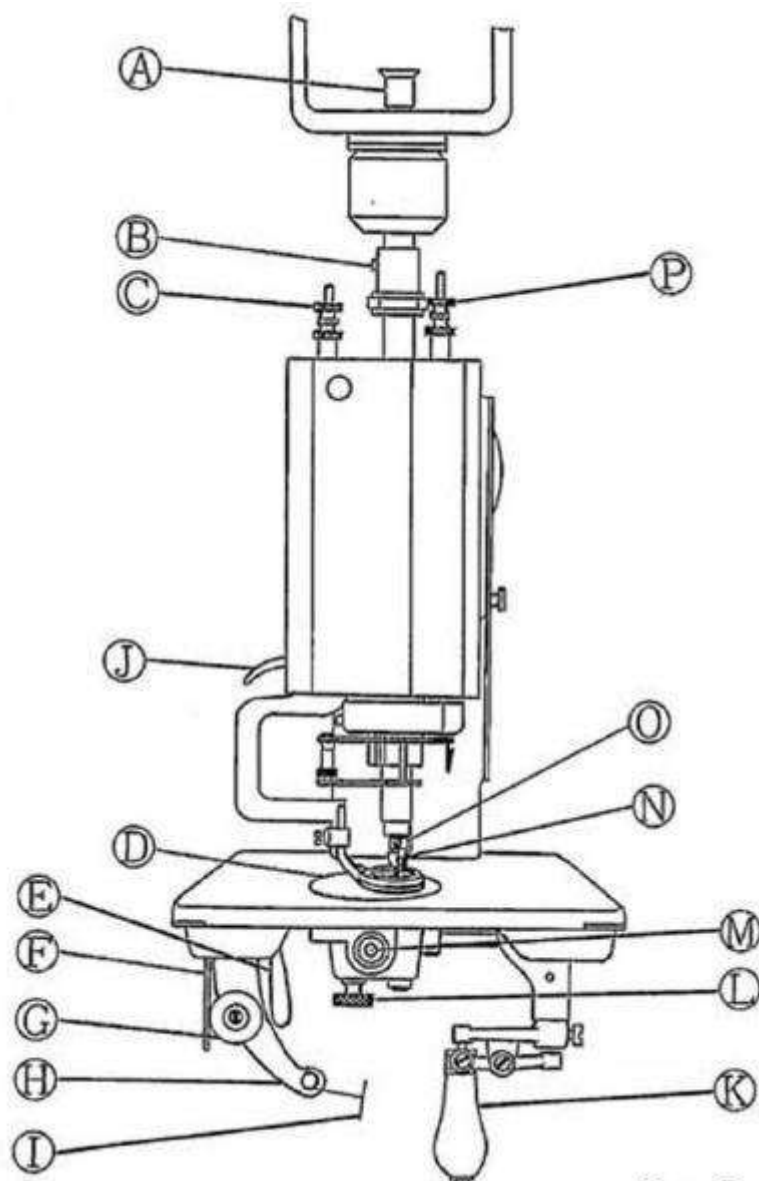
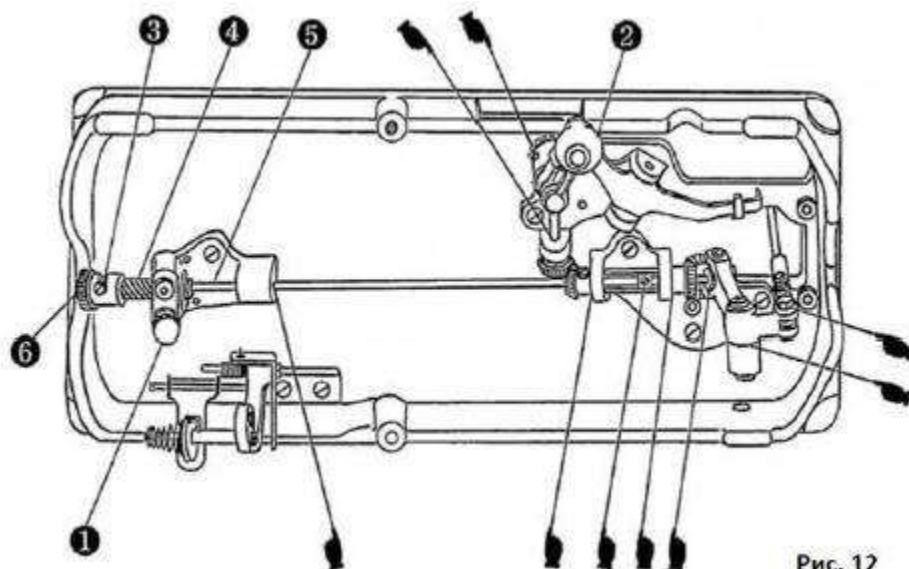

Рис. 4
Рис. 12
Давление прижимной лапки регулируется с помощью барашкового винта С (см. рис.4). Для усиления давления поворачивайте винт вправо и по направлению вниз, а для ослабления давления поворачивайте винт влево и по направлению вверх.
С помощью механизма останова выведите машину из движения и убедитесь в ее полной остановке. Во избежание возможной поломки иглы, поднимите иглодержатель, затем снимите игольную пластину, предварительно ослабив барашковый винт 1 (см. рис. 12), и обратите внимание на канавку петлителя, которая, в его стандартном положении, должна находиться сзади и слегка слева от иглы, в то время как рукоятка 2 направлена вперед.
Откиньте швейную головку назад и поверните рукоятку 2 (см. рис. 12) и винт (В) (см. рис. 4) по направлению вперед. Ослабьте установочный винт 3 (см. рис. 12) ведущей червячной шестерни 4 и слегка поворачивайте шестерню до тех пор, пока канавка петлителя не займет свое стандартное положение, как это описано выше. По завершении установки, когда червячная шестерня выровняется с валом петлителя 5, затяните установочный винт 3.
(1) Ослабление натяжения нити (рис. 4) Ослабьте винт (B) (см. рис. 4) и поднимите игловодитель (A) так, чтобы натяжение нити ослабло.
Плетеный стежок формируется благодаря тому, что машина выполняет стежки в свободных петлях материала. Для этого поверните рукоятку К (см. рис. 4) по направлению к себе, ослабьте винт В и поверните игловодитель А так, чтобы крючок иглы был направлен точно на заднюю сторону швейной головки, затем затяните винт В.левой рукой поверните влево рифленый наконечник 6 (см. рис. 12) ведущей червячной шестерни 4 внизу швейной головки и, удерживая его, поверните рукоятку 2 по направлению назад, затем отпустите рифленый наконечник червячной шестерни.